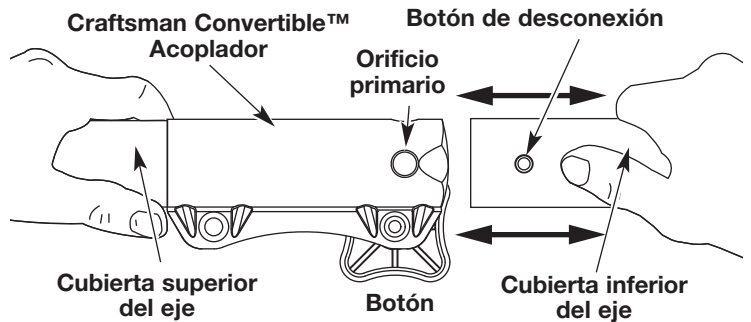

Fig. 2
3. Mientras sostiene el accesorio con firmeza, empújelo en línea recta en el acoplador (Fig. 2).
PRECAUCIÓN: Trabe el botón de desconexión en el orificio primario (Fig. 2) y ajuste bien la perilla antes de operar esta unidad.
2. Oprima y sostenga oprimido el botón de liberación (Fig. 2).
3. Mientras sostiene con firmeza el bastidor del eje superior, tire del accesorio hacia afuera del acoplador (Fig. 2).